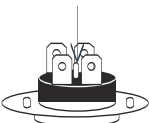

Рис. 5
5. **Водонагреватель оснащен ограничителем температуры (рис.5)**, который прекратит подачу электроэнергии к ТЭНу, при перегреве воды или ее отсутствии в водонагревателе. Если водонагреватель включен в сеть, но не происходит нагрев воды и не горит индикаторная лампа, значит отключился или не был включен ограничитель температуры. Для возврата водонагревателя в рабочее состояние необходимо: